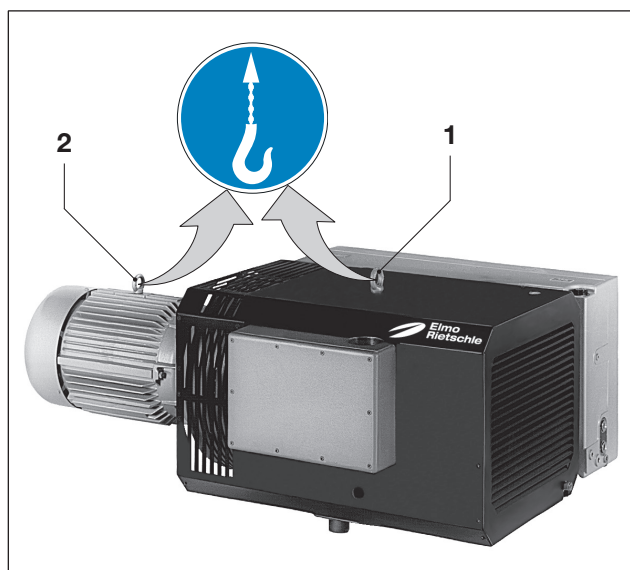

Fig. 1 Sollevamento e trasporto
- b) Per sollevare e trasportare la macchina questa deve essere sospesa per la vite ad anello del corpo della pompa (Fig. 1/1) e del corpo motore (Fig. 1/2). Se quest'ultimo non è presente, sollevare il motore con un'asola di corda.